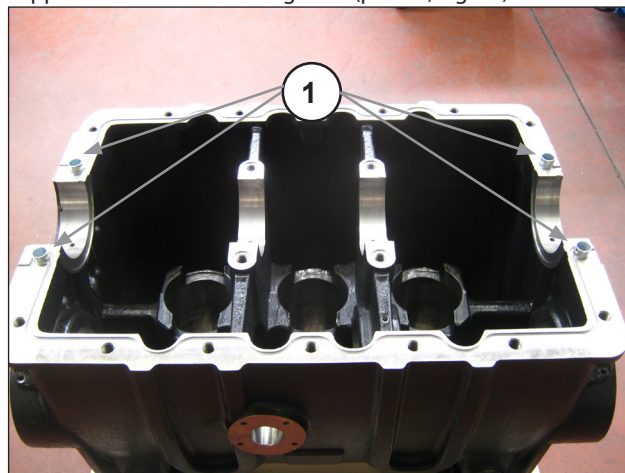

Fig. 64
Inserire le bussole di centraggio nei fori predisposti sul supporto di banco albero a gomiti (pos. ①, Fig. 64).